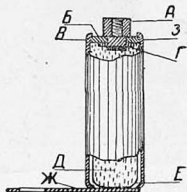

Рис. 2. Конденсатор
- 2) ослабление или полное отставание пластинок Ж (рис. 2) у тех конденсаторов, у которых пластина Ж припаяна оловом;
вложив головку на место, легким ударом молоточка загнуть бортики, а по окружности в местах 3 (рис. 2) сделать несколько глубоких точек, которые вдавливать бы латунь конденсатора в тело шайбы головки. При установке конденсатора на место надо обращать внимание на то, чтобы винт, который крепит конденсатор к планке нижнего диска распределителя, входил в головку конденсатора свободно. Иначе при крепком затягивании винта головка неминуемо провернется, что повлечет за собой обрыв проволочки.
Это же можно проделать на нижней части конденсатора. Вместо металлической припаянной шайбочки Г (рис. 2) можно взять кусок фольги, скатать ее шариком, а потом ударом молоточка превратить шарик в «лепешку». Далее, взять головку конденсатора и срезать у нее изоляционную шайбу так, чтобы медная головка выступила из шайбы миллиметра на полтора. Эту медную головку надо хорошо потом зачистить, вставить указанную «лепешку» в конденсатор (диаметр «лепешки» не должен быть больше диаметра изоляционной шайбы головки), вставить головку и забортовать кромку. Причем перед забортовкой надо слегка ударить по головке для лучшей посадки ее. Сильно ударять не следует, чтобы не осадить всю фольгу и не замкнуть обе полосы, иначе конденсатор совсем выйдет из строя.